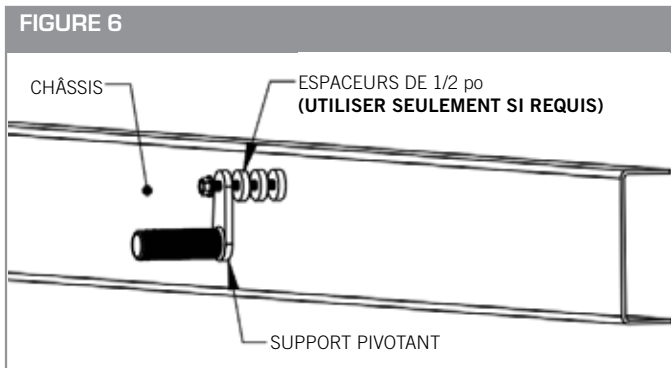

FIGURE 7
- A. Une fois les supports en place sur l'aile, serrer le boulon 5/8 x 4-1/2 po qui traverse le support pivotant (10001472) pour fixer solidement le pivot au châssis. (Voir la Figure 7)